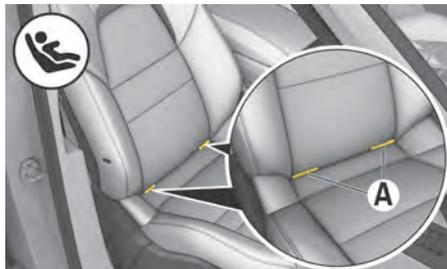

図. 41 助手席の ISOFIX アンカー システム (国によって異なります)
ISOFIX チャイルドシートアンカーポイントのリテーニングラグ A(図. 41) は助手席のバックレストとシート表面の間にあります (国によって異なります)。
5. チャイルドシートを付属の取扱説明書に従ってリテーニングラグ A(図. 41) に固定してください。